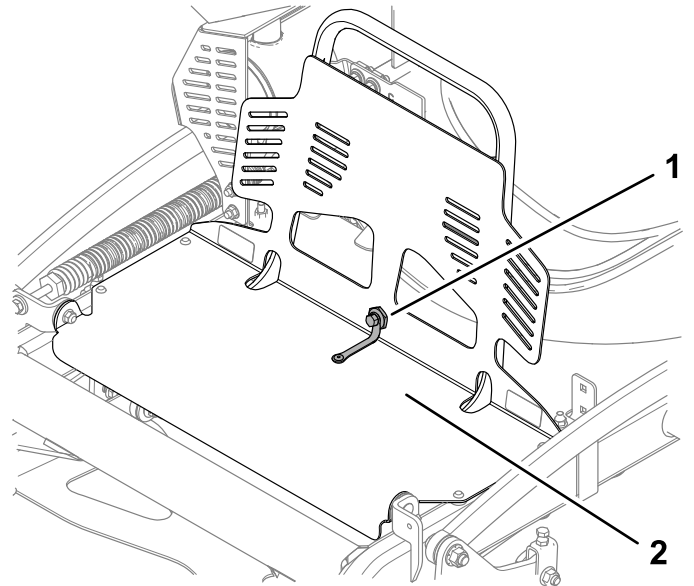

Figura 29
1. Rimuovete il bullone e il dado di spallamento che fissano la protezione del motore alla prolunga della protezione (Figura 29).
4. Fissate la protezione del motore alla protezione della prolunga con il bullone e il dado di spallamento come illustrato nella Figura 29.